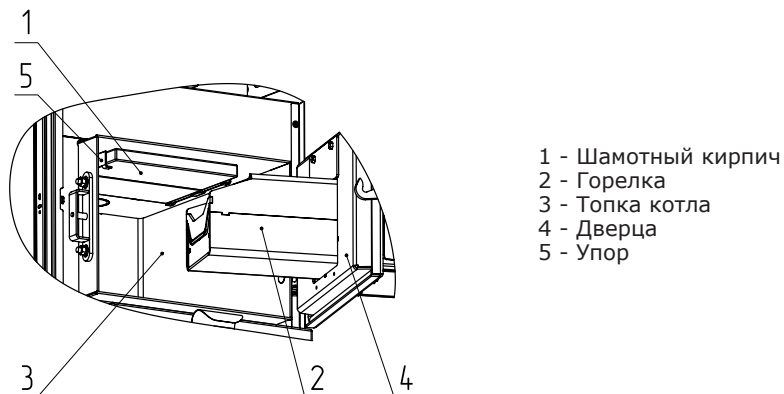

Рис.6 Установка шамотных кирпичей
- Откройте дверцу (поз.4 Рис.6);
- Установите шамотные кирпичи (поз.1 Рис.6) так, чтобы кирпичи лежали на упорах (поз.5 Рис.6).